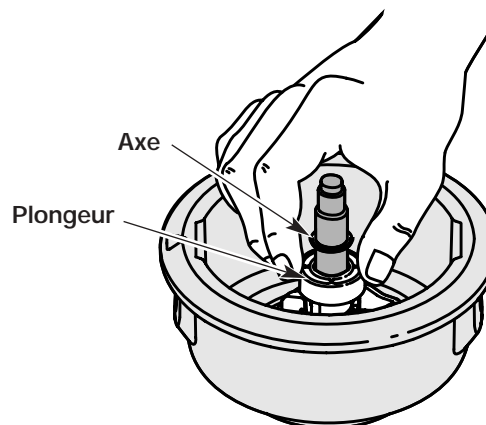

Figure 25
5. Nettoyez l'axe et la surface intérieure de la bobine extérieure. Pour nettoyer l'axe dissimulé sous le plongeur, appuyez sur celui-ci (Fig. 25). Enlevez toute trace de saleté et de débris de l'axe.